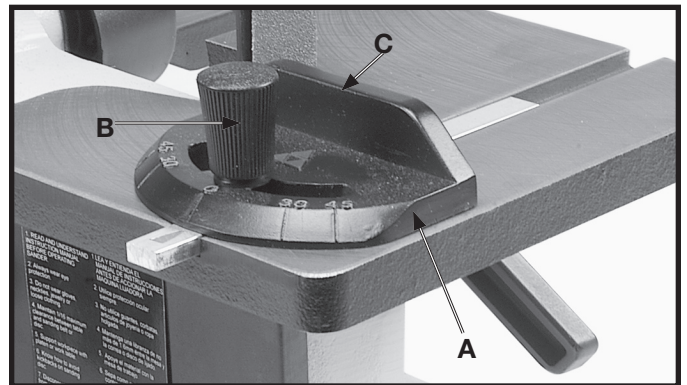

Fig. 33
Se suministra una escuadra de ingletes (A) Fig. 33 junto con su lijadora, y puede utilizarse sobre la mesa del disco, como se ilustra aquí, o sobre la mesa de la correa. La escuadra de ingletes puede ser fijada en cualquier lugar hasta los 45 grados a izquierda o derecha aflojando la perilla de cierre (B), inclinando el cuerpo de la escuadra de ingletes (C) al ángulo deseado, y apretando la perilla de cierre (B).